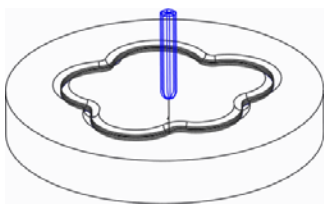

图 3.6.12 刀具行走路线
Step2. 单击“播放路径”对话框中的按钮，观察刀具的行走路线，结果如图 3.6.12 所示。演示完成后，单击按钮。